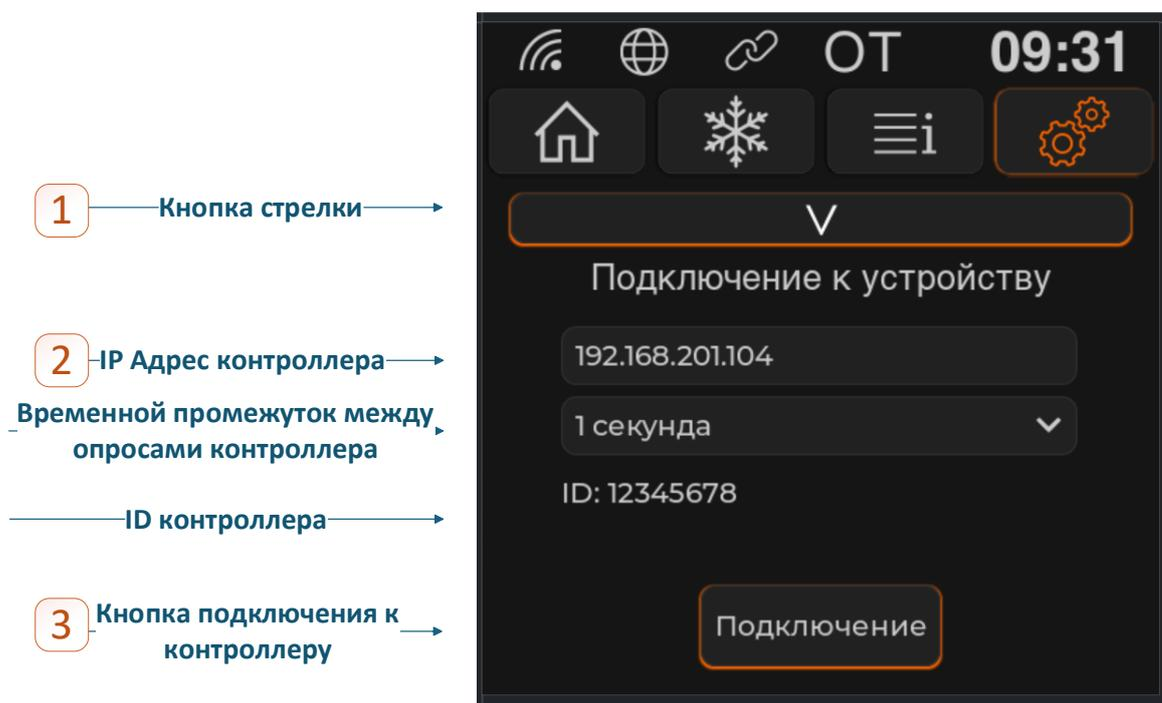

Рисунок 3
2. В пункте “IP Адрес контроллера” (рис. 3) необходимо вписать IP адрес контроллера (полученный им в вашей сети) BCG-1.1.3-WF к которому вы будете подключаться. Присвоенный ему адрес можно узнать в интерфейсе вашего роутера, или в приложении “Невотон автоматика”.